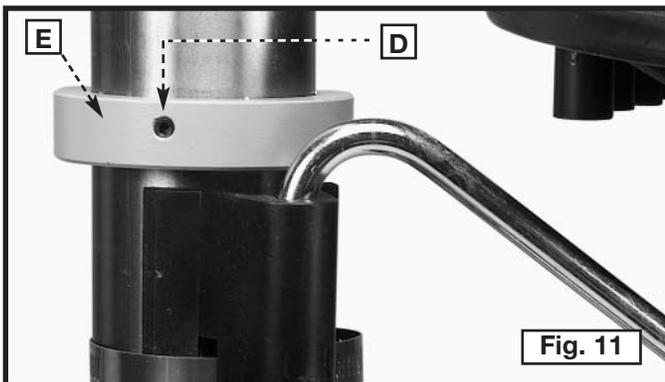

Fig. 11
8. Instale el anillo (E) Fig. 11 (quitado en el PASO 1) en la columna.